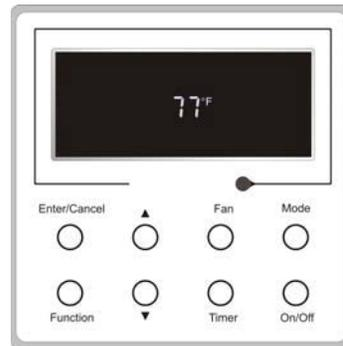

Fig. 12 – État désactivé
**Fonction Turbo :** Lorsque la haute vitesse du ventilateur de l'appareil est sélectionnée, celui-ci peut refroidir ou réchauffer la pièce de sorte à approcher rapidement la valeur réglée. En mode Refroidissement ou Chauffage, appuyez sur le bouton Function (Fonction) jusqu'à ce que l'appareil entre en mode d'état de réglage Turbo, puis appuyez sur Enter/Cancel (Entrer/Annuler) pour confirmer ce réglage. Lorsque la fonction Turbo est activée, appuyez sur le bouton Function (Fonction) pour entrer en mode d'état de réglage Turbo, puis appuyez sur Enter/Cancel (Entrer/Annuler) pour annuler cette fonction. Les réglages de fonction Turbo sont montrés dans la figure 12.